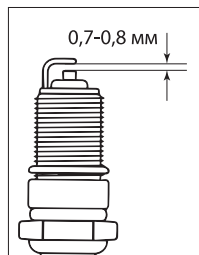

Рис. 27
7. Проверьте величину зазора между заземляющим и центральным электродами, используя специальный шуп. При необходимости установите зазор 0,7–0,8 мм (рис. 27).